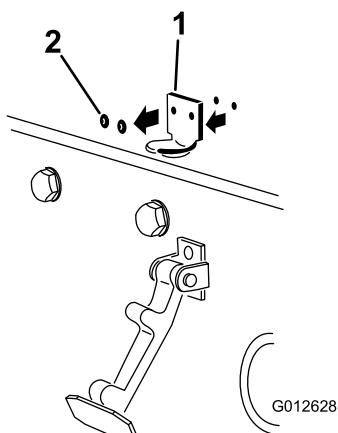

Figura 7
2. Rimuovete i (2) rivetti che fissano la staffa del fermo del cofano al cofano (Figura 7). Rimuovete la staffa del fermo del cofano dal cofano.